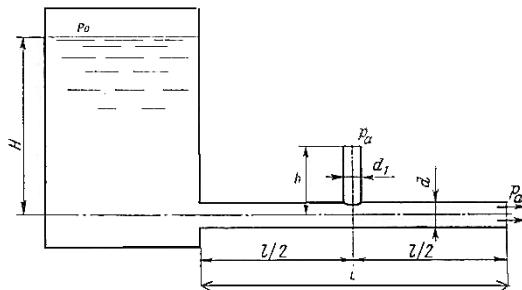

Рис. 8.4
8.8. Определить, с каким расходом вода будет вытекать через трубу из бака (рис. 8.4), если диаметр сечения трубы $d = 100$ мм; длина трубы $L = 12$ м; уровень воды в баке $H = 4$ м, абсолютное давление над поверхностью воды $p_0 = 110$ кПа; коэффициент входного сопротивления $\xi_{\text{вх}} = 0,8$; шероховатость трубы — 0,04 мм. Определите также показания пьезометра, расположенного на расстоянии $l = 6$ м от бака.
8.9. Определить расход воды в трубопроводе по показаниям пьезометра $h = 1$ м и уровню воды в резервуарах $H = 2$ м (рис. 8.4), если диаметр сечения трубы $d = 40$ мм; длина трубы $L = 12$ м, коэффициент входного сопротивления $\xi_{\text{вх}} = 1,2$; шероховатость трубы — 0,04 мм. Кинематический коэффициент вязкости воды $v = 0,8$ сСт.
8.10. Определить, каким должно быть давление p_0 над свободной поверхностью воды в баке (рис. 8.4), чтобы вода вытекала с расходом $Q = 100$ л/ч, если уровень воды в баке $H = 2$ м, диаметр сечения трубы $d = 22$ мм; длина трубы $L = 8,8$ м; коэффициент входного сопротивления $\xi_{\text{вх}} = 0,8$; коэффициент сопротивления расширению трубы $\xi_{\text{расш.}} = 1,2$; шероховатость трубы — 0,04 мм. Определите также показания пьезометра, расположенного на расстоянии $l = 4,4$ м от бака.